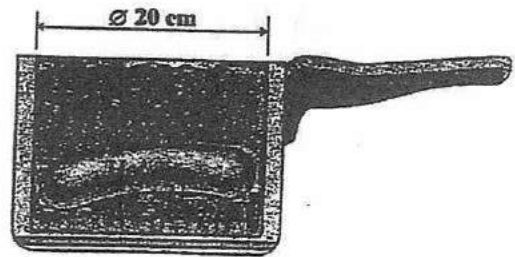

Figura 2
d) A dada altura, uma salsicha com diâmetro de 2 cm, um comprimento de 15 cm, e com uma temperatura uniforme de 15°C, é mergulhada na água contida no tacho para ser cozinhada ($\alpha = 16 \text{ W/m}^2 \cdot \text{K}$), como se mostra na figura 2.